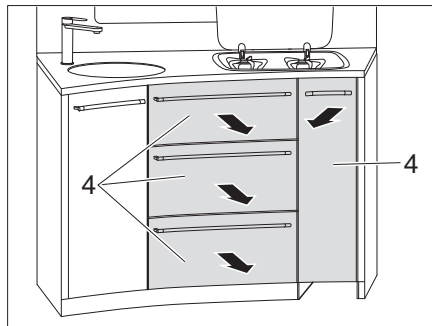

Fig. 120 Retirer le tiroir de cuisine
- Retirer le tiroir de cuisine (Fig. 120,4).